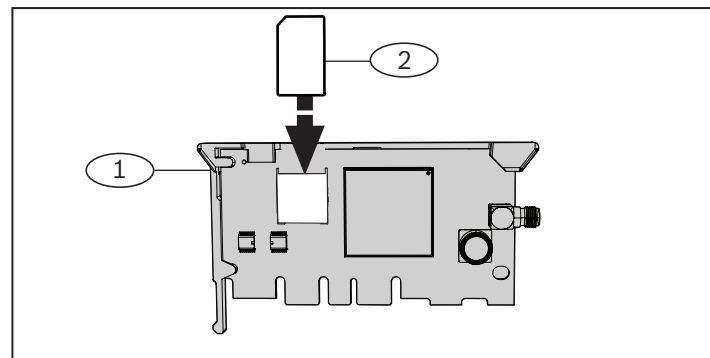

Abbildung 2.1: Einsetzen der SIM-Karte
2. Setzen Sie die SIM-Karte in den Halter für die SIM-Karte auf dem Modul ein, indem Sie sie in den Kartenhalter schieben. Stellen Sie dabei sicher, dass die vergoldeten Kontakte der SIM-Karte zum Modul zeigen. Siehe *Abbildung 2.1*.